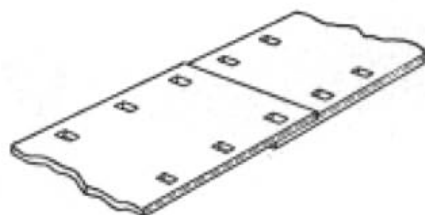

Bild 13
4. Auf das abgeschabte Filmende Filmkitt auftragen, dann rasch beide Filmenden in der Klebepresse genau Perforationsloch über Perforationsloch aufeinanderpassen und fest zusammendrücken. (Bild 13.)